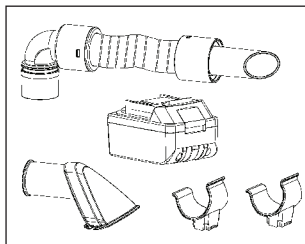

Рис. 4
- Достаньте комплектующие и аксессуары и закройте крышку (Рис. 4).